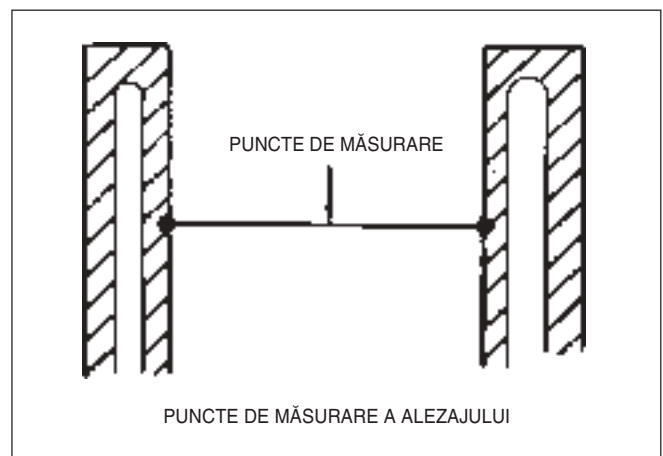

Fig. 31 Puncte de măsurare a alezajului cilindrilor
- 2) Alezajul cilindrilor (Figure 31)(vezi blocul cilindrilor). Dacă alezajul este uzat în afara limitelor, se prelucurează la o cotă superioară.